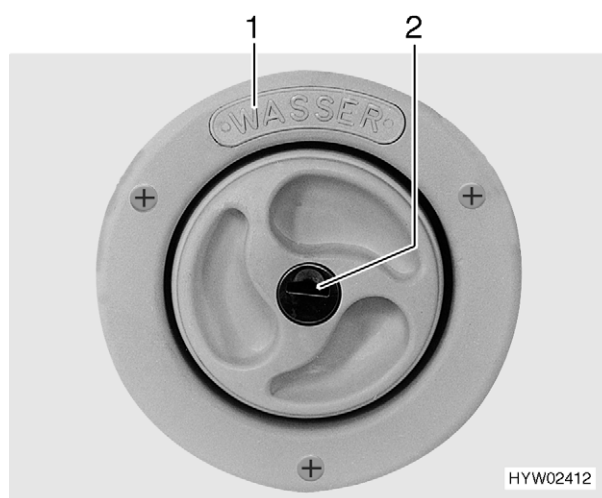

Fig. 141 Couvercle de fermeture du bec de remplissage d'eau fraîche
Le bec de remplissage d'eau fraîche est désigné par l'inscription "WASSER" (eau) (Fig. 141,1). Le couvercle de fermeture est ouvert et verrouillé à l'aide de la clé pour les serrures extérieures.
- Insérer la clé dans le barillet (Fig. 141,2) et la tourner d'un quart de tour dans le sens inverse des aiguilles d'une montre.